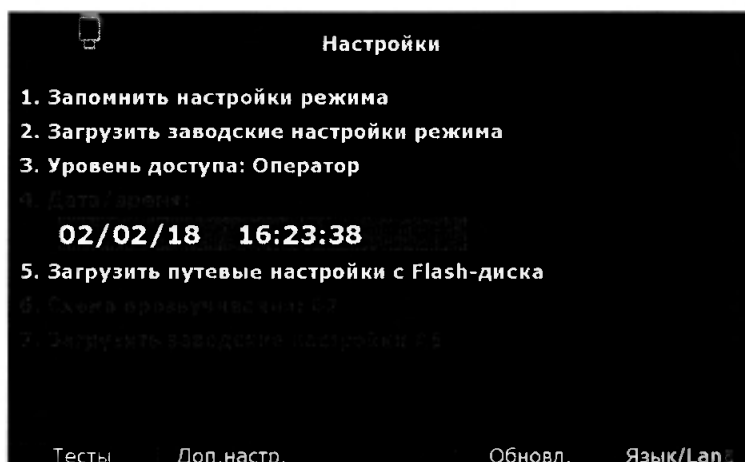

Рисунок 1
8.2.3 В появившемся меню с помощью клавиши  выбрать вкладку Тесты (Рисунок 1).